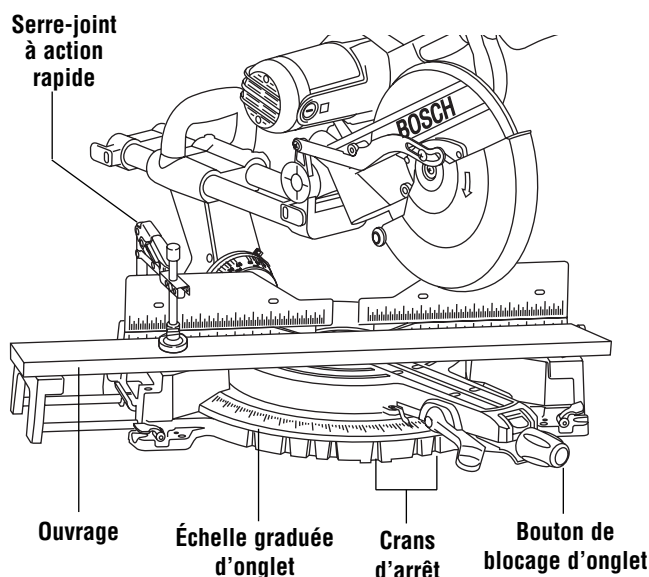

Figure 28. Coupe à l'onglet
1. Desserrez le bouton de blocage de l'onglet. Soulevez le levier de cran d'arrêt d'onglet et déplacez la scie pour la mettre à l'angle désiré en utilisant soit les crans soit l'échelle. Serrez le bouton de blocage de l'onglet (Figure 28).